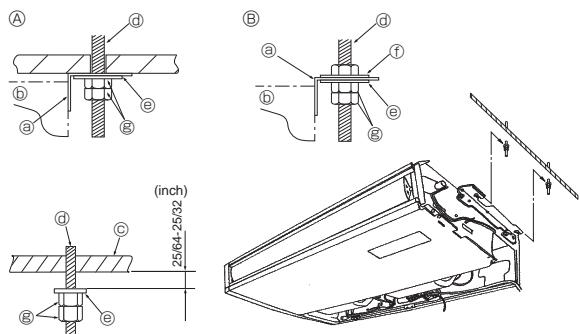

Fig. 3-6
② Si fuerza la rejilla de entrada al abrirla o si la abre a un ángulo superior a 120° podría dañar las bisagras.
3.3. Instalación de la unidad interior (Fig. 3-6)